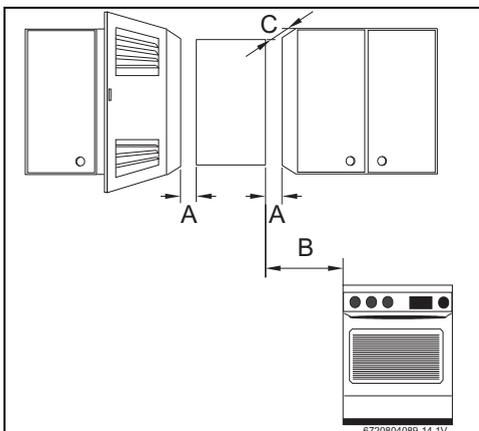

Fig. 20 Distanze minime
- Rispettare le distanze minime indicate in fig. 20.
- ▶ Garantire la buona accessibilità per i lavori di manutenzione, rispettando le distanze minime indicate nella fig. 20.